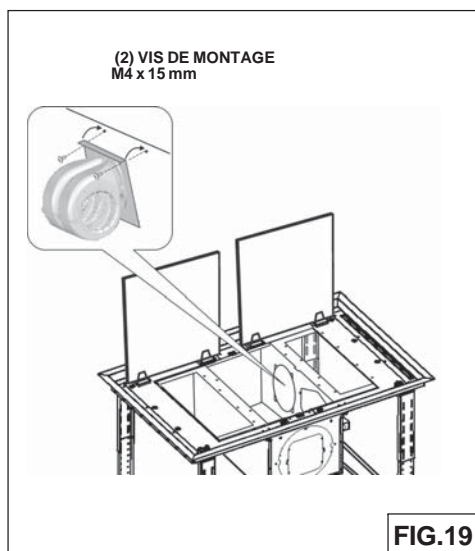

FIG.19
3. Fixez l'ensemble ventilateur/plaque en utilisant (2) vis de montage M4 x 15 mm (Fig.19).